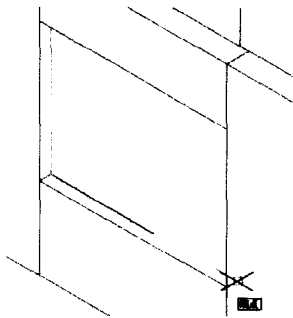

图 1-16 捕捉窗角端点
(3) 打开“捕捉”功能,捕捉窗角位置的端点,确定后如图 1-16 所示,则该端点成为新的原点。系统继续提示:
如图 1-16 所示,捕捉窗框的右下角端点: